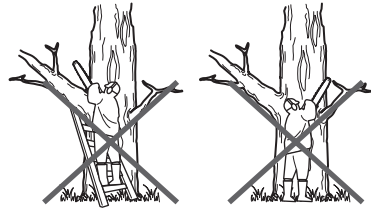

Fig. 22
8. No utilice el producto con los brazos completamente extendidos, no intente serrar zonas de difícil alcance ni utilice la herramienta en una escalera. No utilice nunca el producto por encima de la altura de los hombros (Fig. 22).